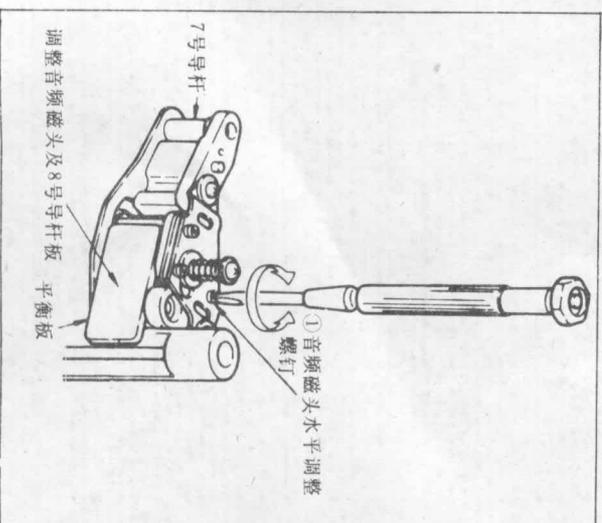

图 47
1) 把平行板(量具，SL-0657)放在图47所示位置并转动音频磁头水平调整螺钉①，以便调整音频磁头的垂直性。